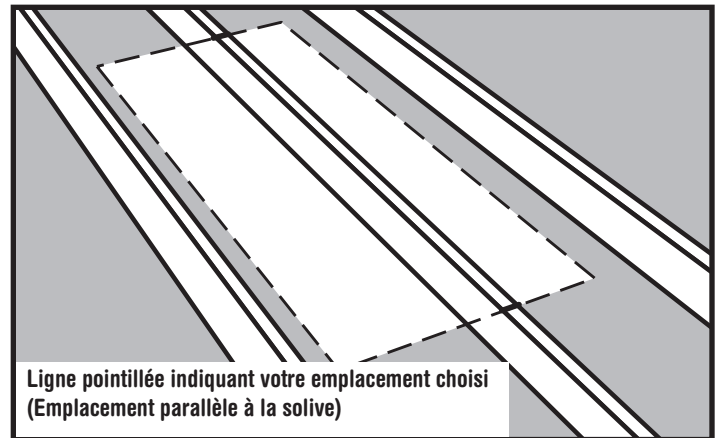

Figure 7
- Si la pièce n'a pas de plafond, vous devez marquer les solives suivant le paragraphe (A) ou (B) qui suit.
- (A) Si l'emplacement choisi est parallèle aux solives, marquez la longueur de l'ouverture brute sur le dessus des solives (Voir la Figure 7). Ne coupez pas de solive à cette marque.